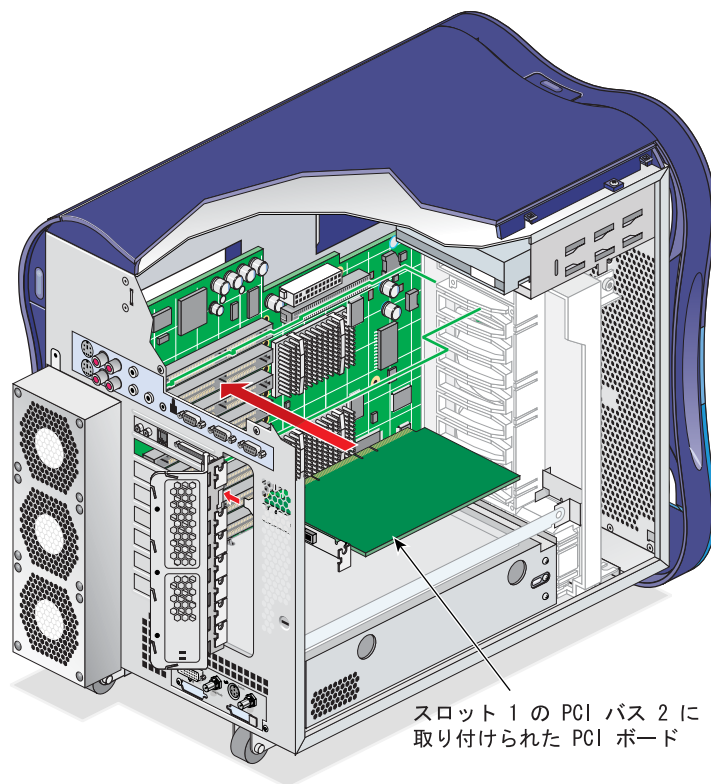

図 3-29 PCI ボードの取付け
3. PCI ボードを PCI スロットに合わせます。続いて、ボードのコネクタ側をやや下に傾けた状態で、ボードを筐体の中に差込みます（図 3-29 を参照）。
4. 筐体の空いたスロットに PCI ボードのコネクタ側を合わせます。PCI コネクタ・プレートのねじ穴が、PCI ゲートのタブと合っていることを確認します。続いて、PCI スロットに完全に装着されるまで、PCI ボードをしっかりと押込みます（図 3-29 を参照）。